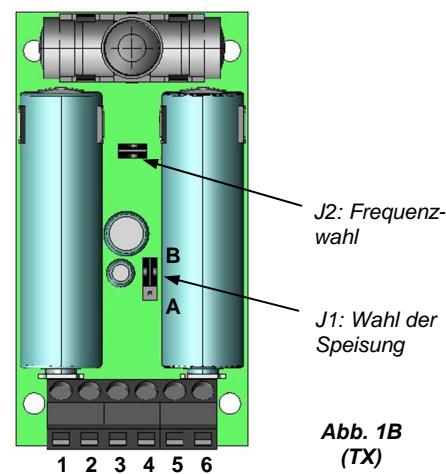

Abb. 1B
- Stellen Sie die Anschlüsse wie in den vorstehenden Abschnitten angegeben aus und wählen Sie die Speisung des Senders mit Hilfe des entsprechenden Jumpers (J1, Abb. 1B):
- Schließen Sie an der dazu vorgesehenen Klemmleiste (Klemmen 3 und 4, Abb. 1B) den Kontakt der Flanke oder der Außensicherung am Sender an. **Brücken Sie bei Nichtverwendung dieser Option die Klemmen 3 und 4.**
- Schließen Sie an der dazu vorgesehenen Klemmleiste (Klemmen 5 und 6, Abb. 1B) den Kontakt der äußeren Widerstandsflanke 8K2 am Sender an. **Wenn diese Option nicht verwendet wird, verlassen Sie das mitgelieferte Widerstand zwischen den Klemmen 5 und 6 verbunden.**